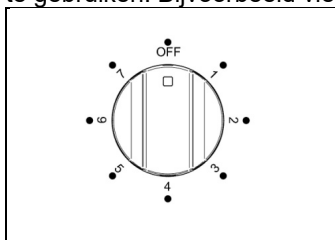

Fig 20A
2. Draai de knop van de grill met de wijzers van de klok mee to maximal 7. (Fig.20A-20B). Het rode thermostat lampje gaat branden. Voor het beste resultaat is het raadzaam de oven 3-5 minuten voor te verwarmen.